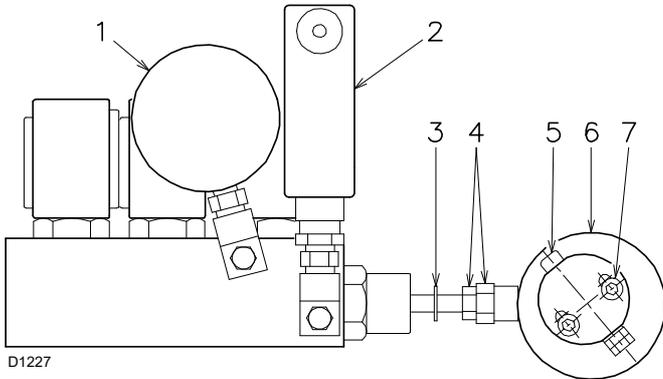

Abb. 27
Der Druckwert am Rücklauf der Düse wird vom Druckmesser 1)(Abb. 27) angegeben.
Die Korrekturen des Drucks in der Rücklaufleitung werden durch Verstellen des Exzenters 6)(Abb. 27) und der Mutter mit Kontermutter 4)(Abb. 27) erzielt.
- Den Kolben des Druckwandlers nie bis auf den Anschlag bringen: der Anschlagring 3)(Abb. 27) bestimmt den maximalen Hub.
Der Düsendurchsatz ergibt sich aus dem Diagramm (Abb. 26 auf Seite 25), das dem am Manometer 1)(Abb. 27) abgelesenen Rücklaufdruck der Düse entspricht.